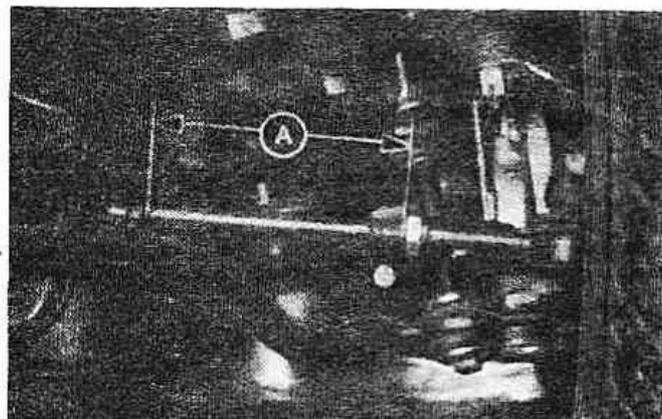

Рис. 11.22. Регулируемая длина рулевой тяги (Разд. 23)
9. Если обнаружится, что величина схождения передних колес неправильная, ослабьте контргайки на концах обеих рулевых тяг и винты на рулевом механизме ниже хомутов (Рис.11.22).